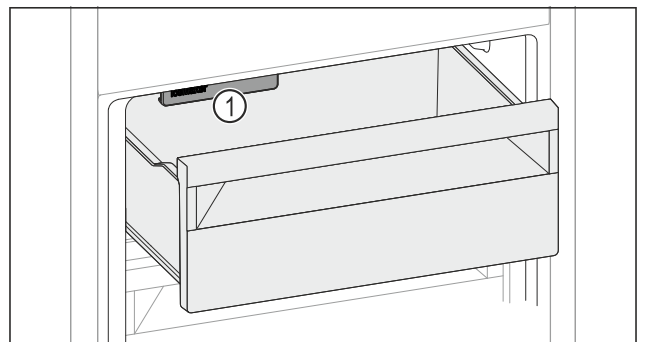

Fig. 111
- ▶ Ha a fiók bal oldalára helyez be élelmiszert: Vegye figyelembe az IceMaker-t Fig. 111 (1).